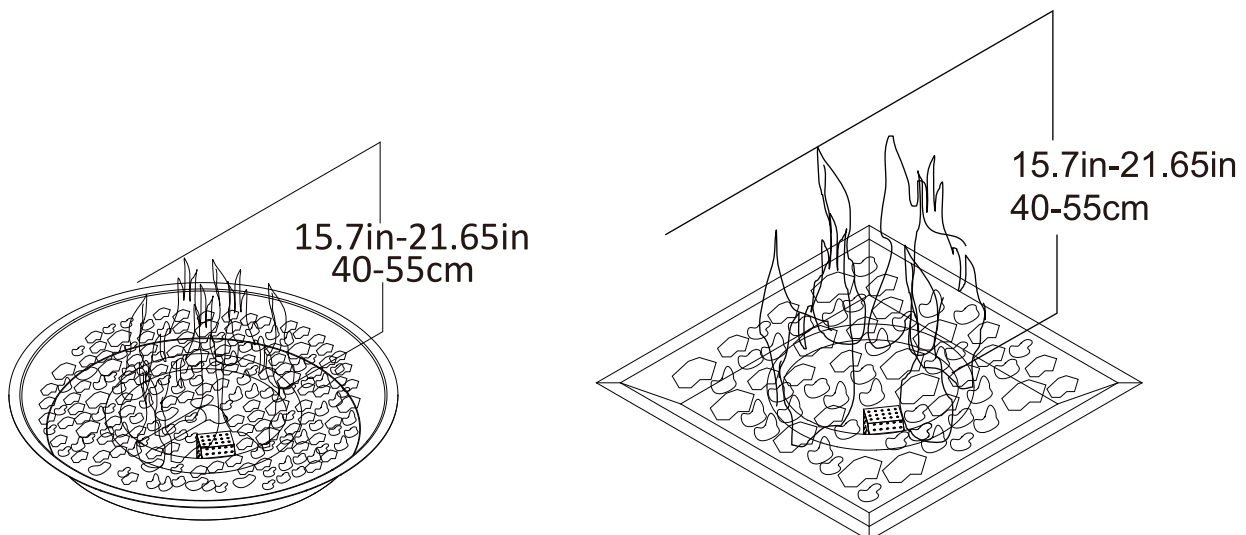

Abbildung 3
10. Beobachten Sie nach dem Anzünden die Brennerflamme und stellen Sie sicher, dass alle Brennerdüsen brennen und die Flammenhöhe der Abbildung entspricht (Abbildung 3).